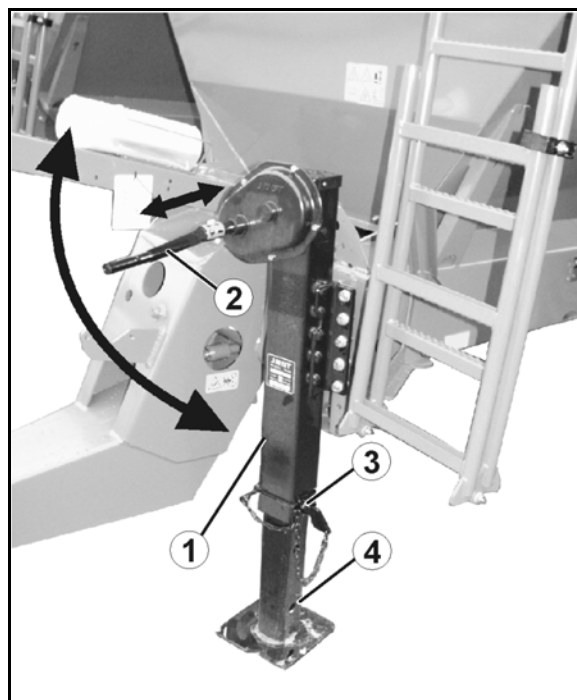

Fig. 57
- granulert gjødsel: Sett inn sikterister (Fig. 57/1) og sikre med akselpinner!